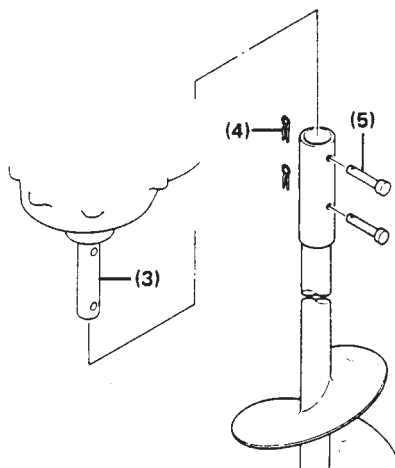

Fig. 2
- 3) Ved installering af boret sættes drevhovedet på jorden. Sæt boret på drivakslen. Hullerne fra drevhoved og bor skal stå på linje. Indsæt de to medfølgende fastgøringsstifter i hullerne og fastgør dem med låsestifterne ved hjælp af en tang. (Fig. 2)